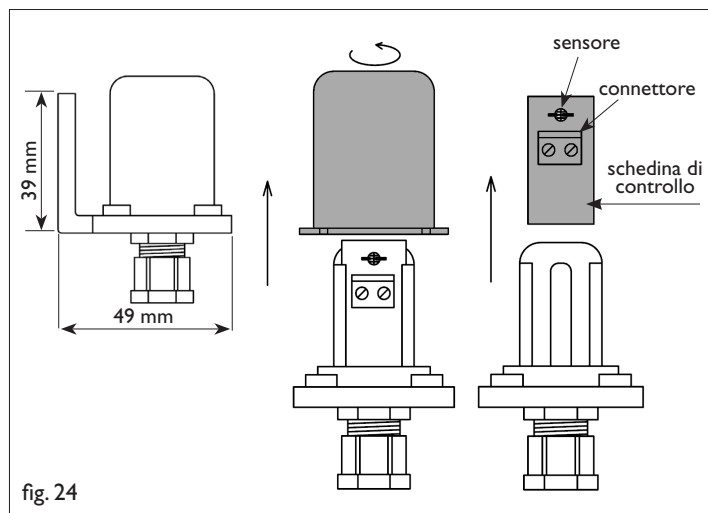

fig. 24
- Svitare in senso antiorario il coperchio superiore della sonda (fig. 24) e sfilarlo
- Sfilare la scheda di controllo (fig. 24)